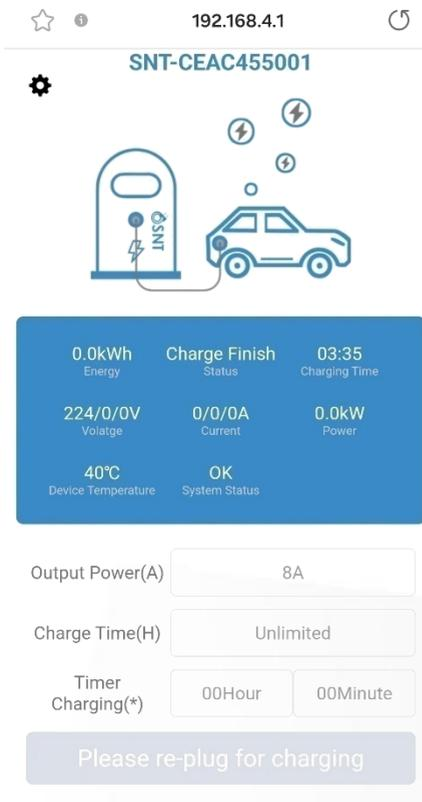
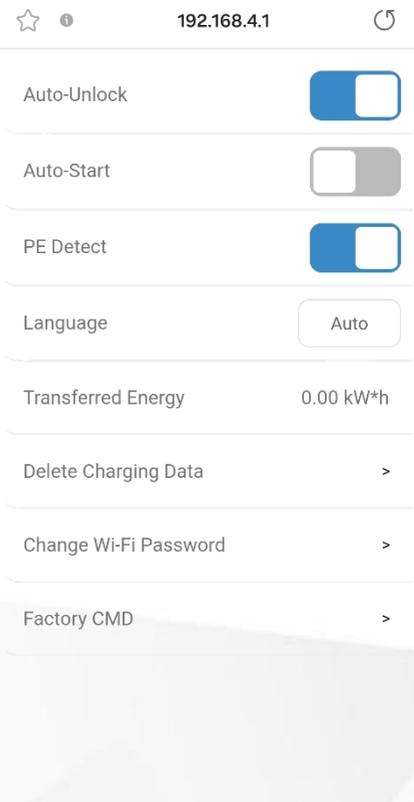

Fig.26
Fig.27
2. Saisissez l'URL 192.168.4.1 dans votre navigateur mobile, comme indiqué sur les Fig.26 et Fig.27